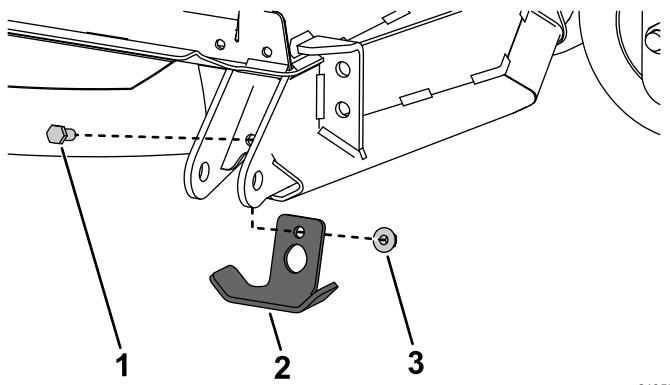

Figura 9
2. Retire las fijaciones que sujetan la chapa de protección existente a la unidad de corte (Figura 9).